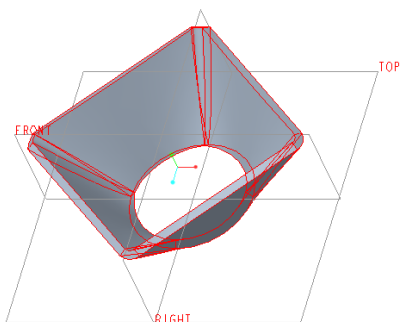

图 1-67 完成创建的混合壁
(7) 在“混合”选项卡中单击✔（完成）按钮，接着按〈Ctrl+D〉快捷键以默认的标准方向视角显示模型，效果如图 1-67 所示。